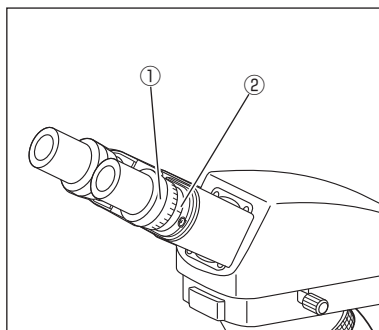

図15
画像がはっきりしなければ、視度調整リング①をまわしてはっきりさせます。(図15)